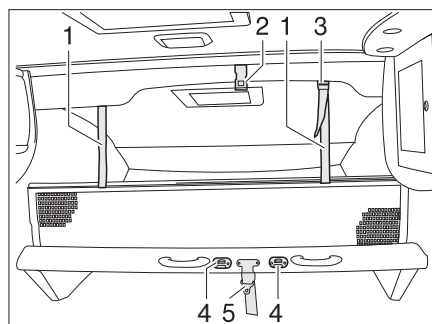

Bild 153 Hubbett manuell
- Das Hubbett mit dem Sicherungsgurt (Bild 153,5) am Dach (Bild 153,2) sichern.
- Die Aufstiegsleiter mit den beiden Bügeln in die Krampen (Bild 153,4) am Hubbett einhängen.
- Die Haltebänder (Bild 153,1) in die Halterungen an der Decke (Bild 153,2) einrasten.